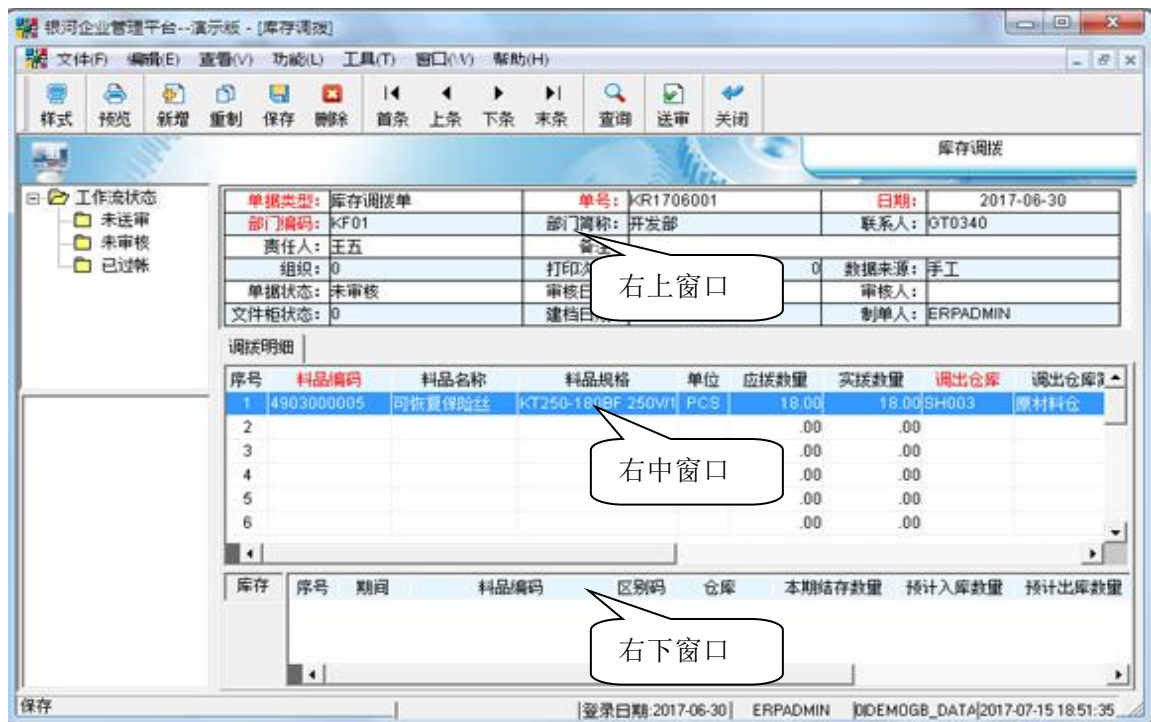

图 65
登录系统后，在左边的树型图中，找到“库存管理/库存调拨/库存调拨录入”，进入“库存调拨录入”窗口（见图 65），此文件柜可以新建库存调拨单据
**栏位说明（图 65）**